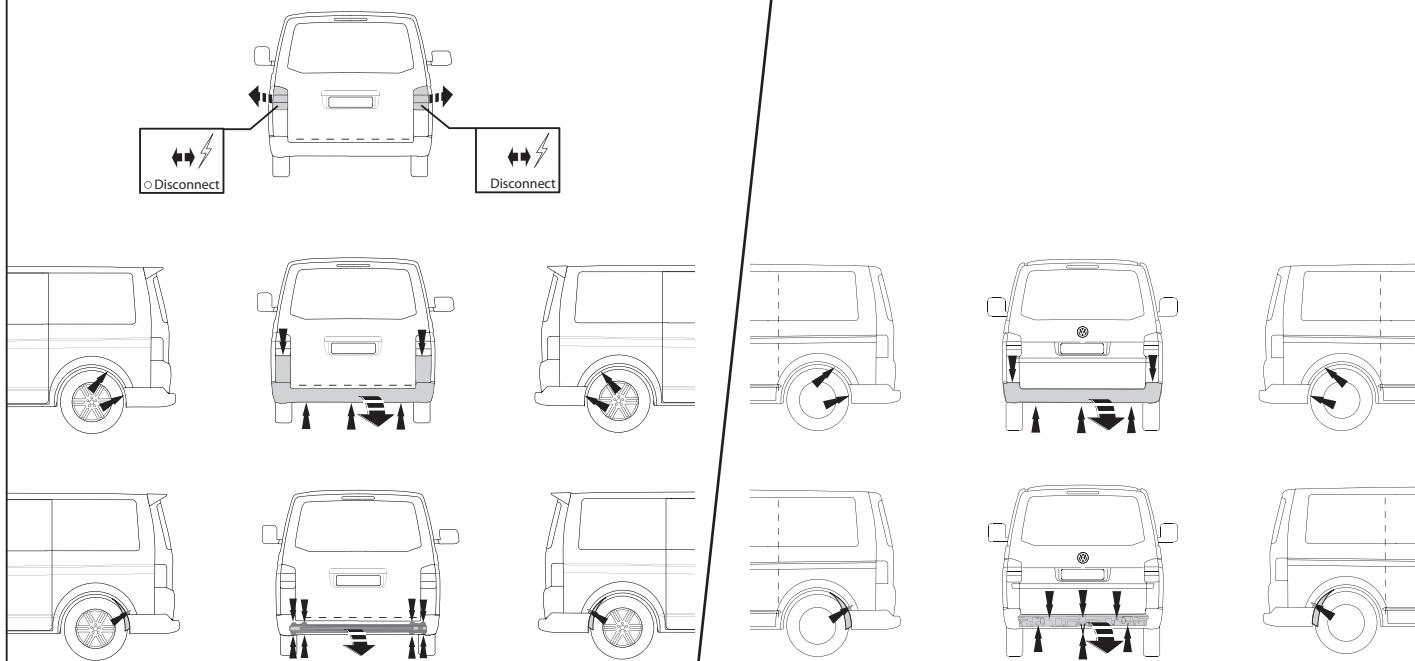

Fig.3
- Снять оба блока задних фар. (на рис. 3)
- Снять бампер вместе со стальным буферным бруском автомобиля; буферный брус больше не понадобится. Поставить болты на место. (на рис. 3)
- Снять бампер. (на рис. 3, 3a)
- Снять арматуру бампера. (на рис. 3, 3a)